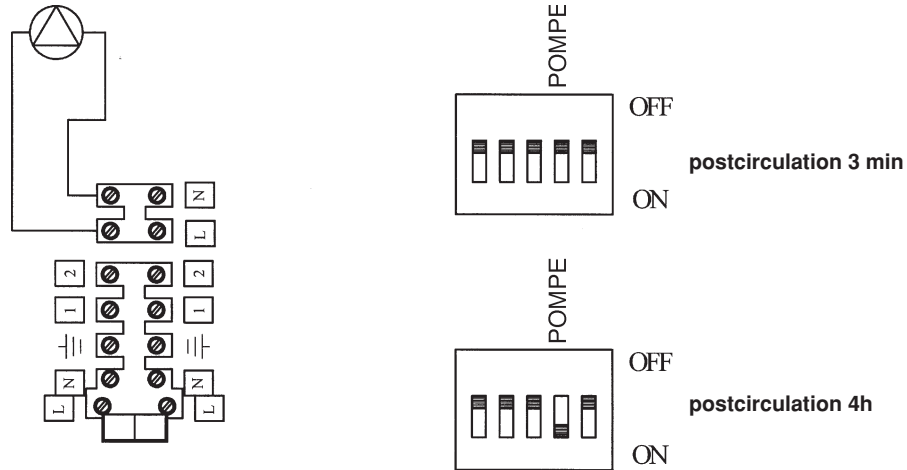

figure 2a: branchement du circulateur
- Réaliser la connexion électrique selon le schéma de la figure 2a.